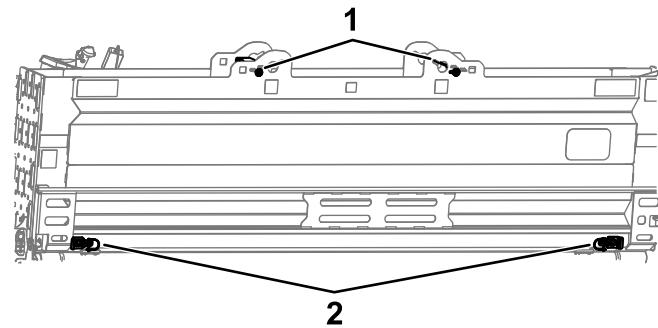

Рисунок 52
- Проверьте, чтобы были установлены верхние хомуты и нижние пальцы ящика для бурильных труб(Рисунок 52).